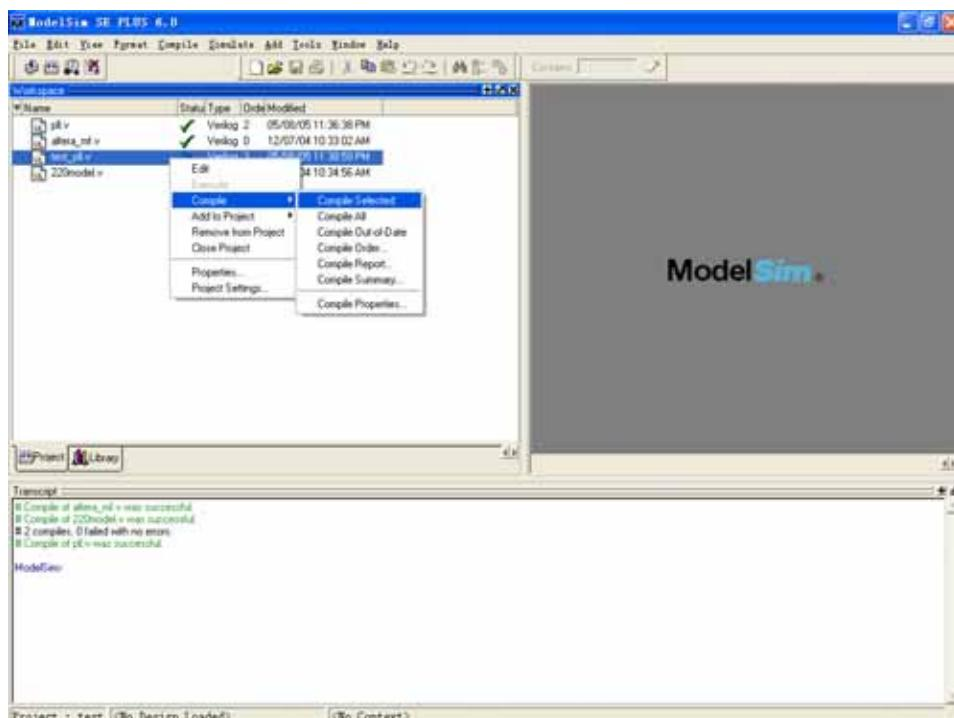

图 9 编译 PLL.V 和 Test_Pl.V
9. 分别对 PLL.V 和 Test_Pl.v 执行 compile→Compile selected 命令.如图 9 编译 PLL.V 和 Test_Pl.V 所示.